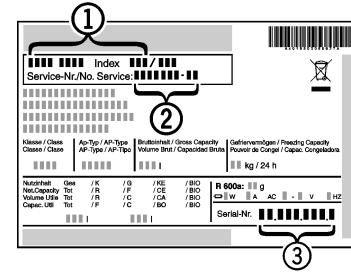

Fig. 16
- ▶ Обратитесь в сервисную службу и сообщите вид неисправности, наименование устройства Fig. 16 (1), сервисный № Fig. 16 (2) и серийный № Fig. 16 (3).